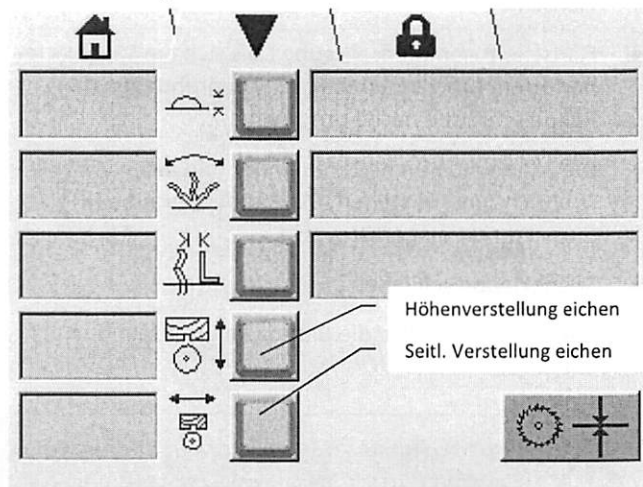

Abbildung 47 Eichen Vorritzsäge
- Wählen Sie die Achse durch Druck auf die Taste „Höhenverstellung eichen“ bzw. „Seitl. Verstellung eichen“ (Abbildung 47) aus.
- Rollwagen bis zum Anschlag nach links ausfahren. Durch Drücken der Klinke (T) kann der Rollwagen zum Sägeblattwechsel über den Anschlag hinaus gefahren werden.